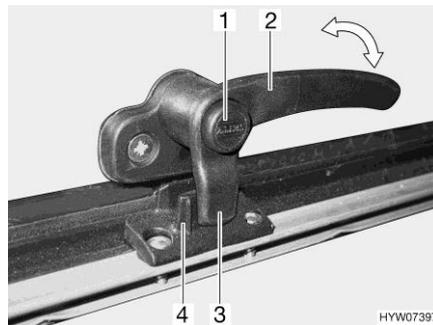
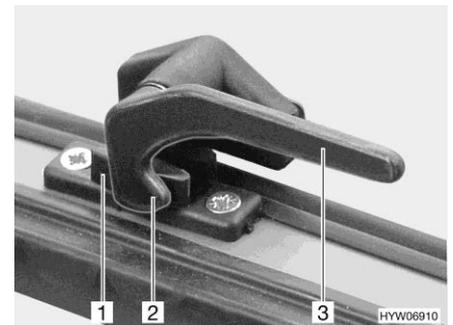

Bild 93 Verriegelungshebel mit Sicherungsknopf in Stellung "geschlossen"
Bild 94 Verriegelungshebel in Stellung "geschlossen"
- Wenn vorhanden, Sicherungsknopf (Bild 93,1) drücken und gedrückt halten.
- Den Verriegelungshebel (Bild 93,2 oder Bild 94,3) eine viertel Umdrehung zur Fenstermitte hin drehen.
- Den Verriegelungshebel (Bild 93,2 oder Bild 94,3) eine viertel Umdrehung zum Fensterrahmen hin drehen.
Die Verriegelungsnase (Bild 93,3 oder Bild 94,2) am Verriegelungshebel liegt komplett auf der Innenseite der Fensterverriegelung (Bild 93,4 oder Bild 94,1).
- in Stellung "fest verschlossen" (Bild 93 und Bild 94)